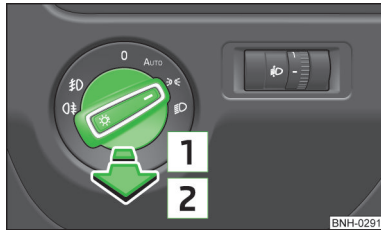

Abb. 39
- Den Lichtschalter in Stellung **☞** oder **☛** » Abb. 39 drehen.
- Den Lichtschalter in Stellung **☞** oder **☛** » Abb. 39 auf Seite 59 drehen.